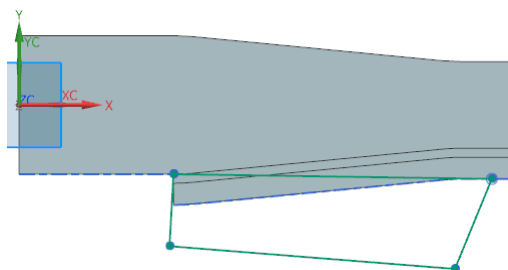

图 10-48 绘制草图
(3) 绘制如图 10-48 所示的裁剪轮廓。单击“完成”图标，草图绘制完毕。